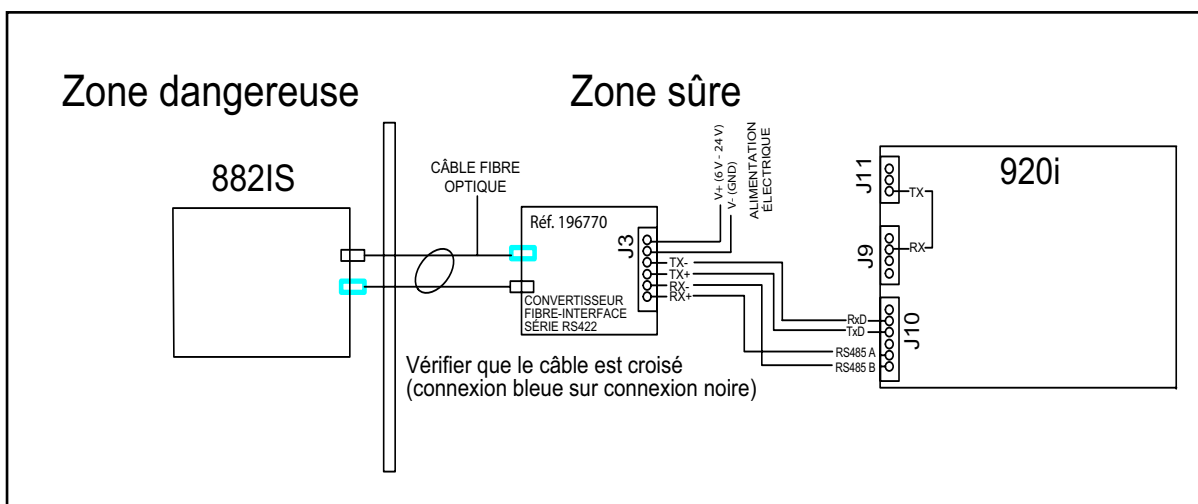

Figure 8-2. 882IS/882IS Plus - Exemple de système de mise en lots par points de consigne avec matériel RS-422
- Un boîtier convertisseur fibre-interface série RS-422 (réf. 196770) (Figure 8-2, page 77)